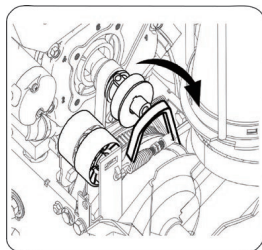

Рис. 3
- Скрутите ремень шнека со шкива двигателя (Рис. 3).
3. Скрутите ремень шнека со шкива двигателя (Рис. 3).